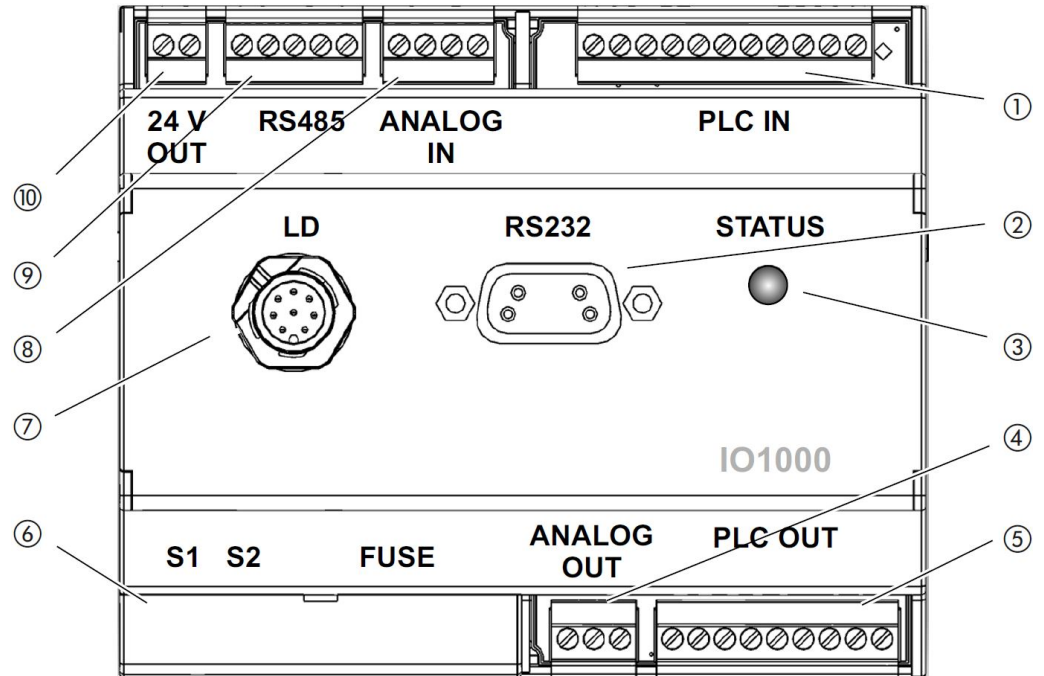

Abb. 1: Vorderansicht
PLC IN, Abb. 1 (1)
PLC OUT, Abb. 1 (5)
ANALOG IN, Abb. 1 (8)
ANALOG OUT, Abb. 1 (4)
RS232, Abb. 1 (2)
RS485, Abb. 1 (9)
STATUS-LED, Abb. 1 (3)
FUSE und DIP-Schalter S1, S2, Abb. 1 (6)
Anschluss LD, Abb. 1 (7)
24V OUT, Abb. 1 (10)